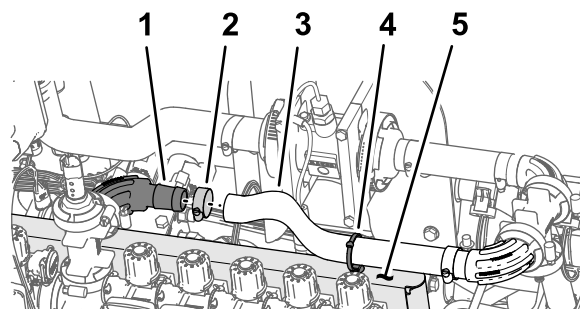

図 110
1. 図 110に示すように、ホース1 x 16 インチ = 40cmを 90 度フランジフィッティングに組み付ける。
2. ホースクランプを使ってホースをフランジフィッティングに固定する 図 110。
3. 図 110 に示すように、ケーブルタイ押し込みファスナーをバルブマウント上部の穴に取り付ける。
4. ケーブルタイ押し込みファスナー 図 110 をホース1 x 16 インチ = 40cmに巻き付ける。